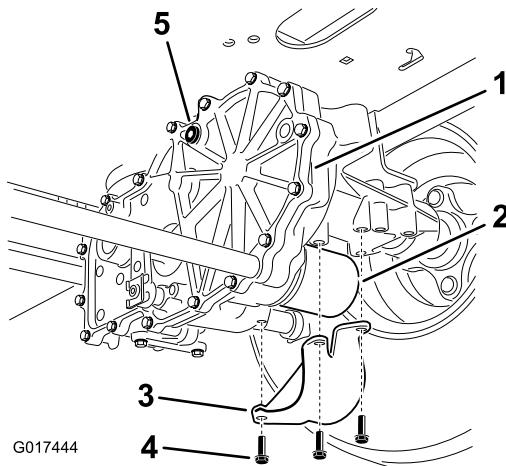

Figura 68
2. Localice el filtro y los protectores de cada sistema de tracción del transeje (Figura 68). Retire los tres tornillos que sujetan el protector del filtro, y retire el protector.